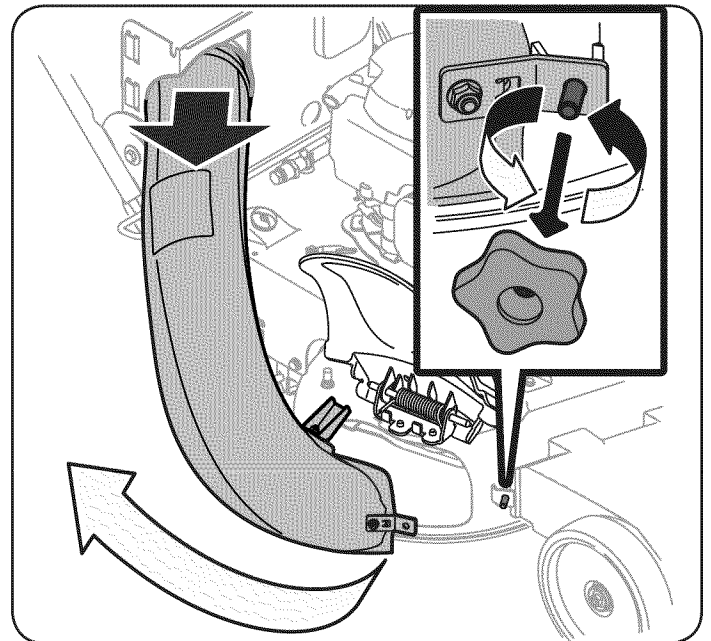

Figura 16
1. Extraiga la perilla de aleta del pasador roscado de la plataforma haciéndolo girar en el sentido contrario a las agujas del reloj. Consulte el recuadro de la Figura 16.
2. Gire la tolva para alejarla de la plataforma y extraígalas de la puerta de descarga trasera. Vea la Figura 16.